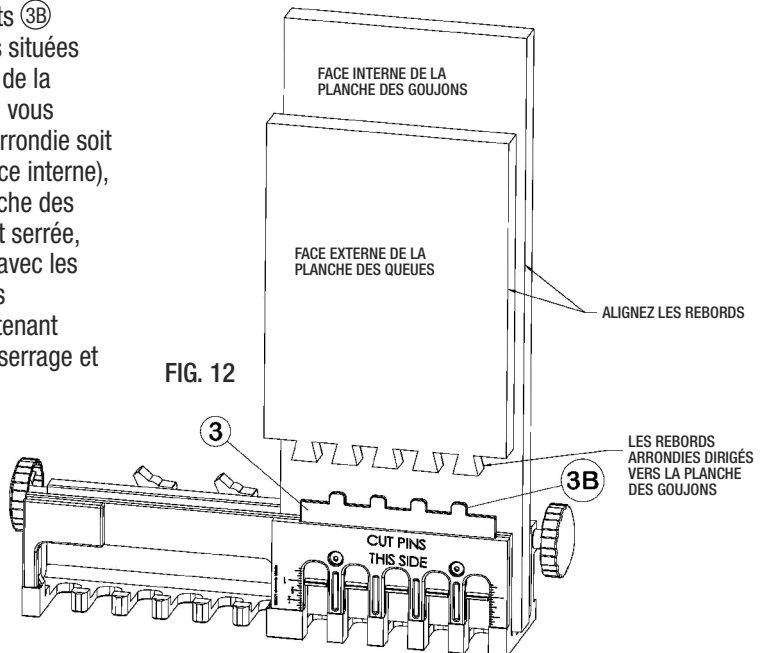

FIG. 12
9. Pour aligner les rebords, insérez les queues de la planche des « QUEUES » dans les dents (3B) d'alignement des rebords situées sur la surface supérieure de la plaque de réglage (3), en vous assurant que la surface arrondie soit dirigée vers l'intérieur (face interne), et insérez ensuite la planche des « GOUJONS », légèrement serrée, pour aligner ses rebords avec les rebords de la planche des « QUEUES ». Serrez maintenant solidement les brides de serrage et retirez la planche des « QUEUES ». (FIG. 12)